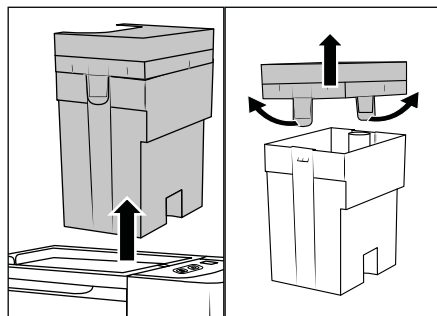

Fig. 7
- ♦ Kapeni enën e ujit të ndotur 7  nga doreza e kapakut 3 dhe tërhiqeni lart jashtë pajisjes (shih Fig. 7).
- ♦ Tërhiqni butësisht dy fletët mbajtëse nga jashtë dhe hiqni kapakun 3 (shih Fig. 7).